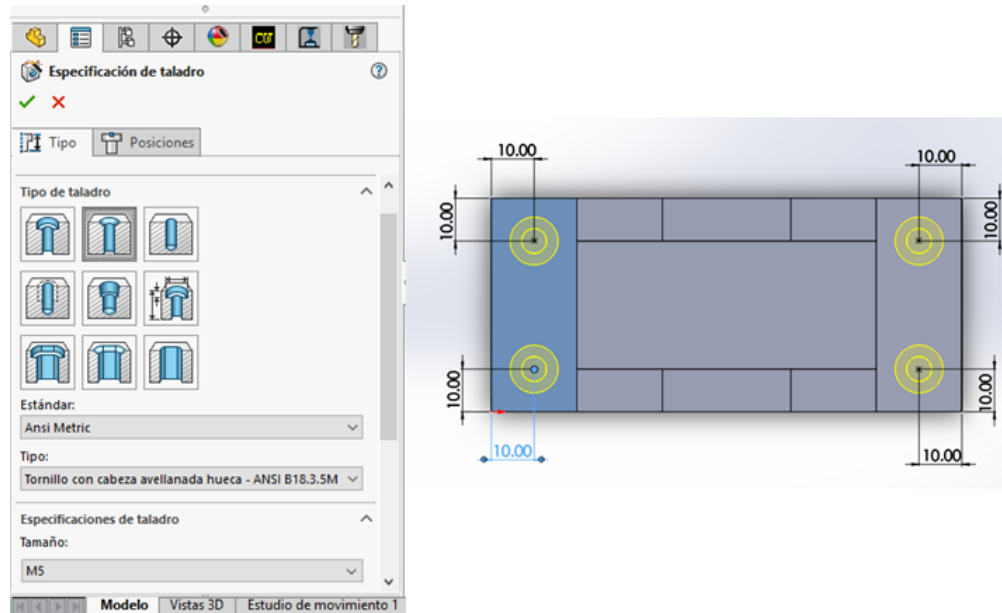

Figura 1.18 Edición de los barrenos
- Seleccione tipo de taladro de tapón avellanado, en estándar; Ansi Metric, tamaño M5, en profundidad de, por todo, y dele aceptar (figura 1.18).